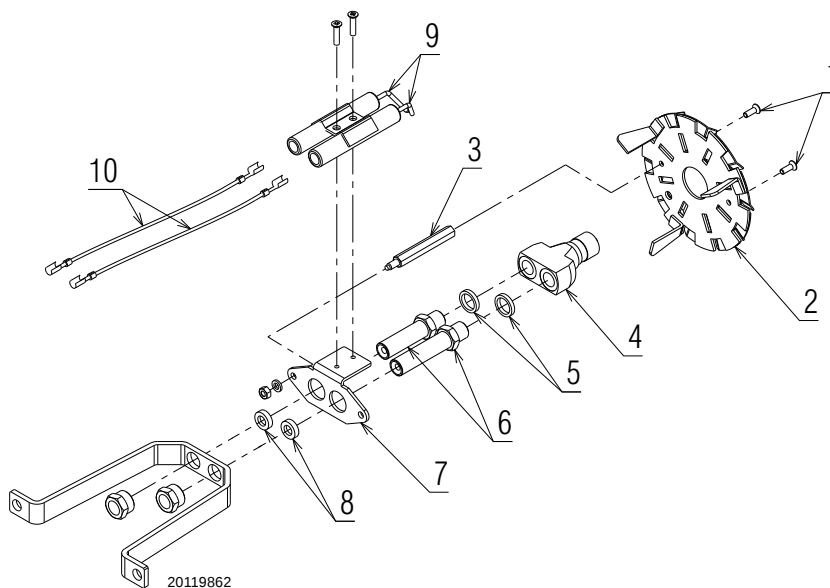

Fig. 5
- dévisser les deux vis 1)(Fig. 5) et enlever l'accroche flamme 2) ;